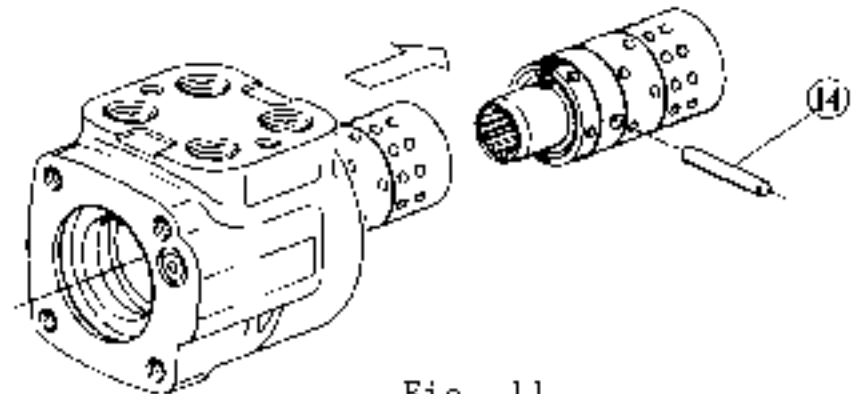

Fig. 11
13. Remove the spool-sleeve ass'y from housing (10) from the opposite side. (Fig. 11)
18. スプール・スリーブ Ass'y をフランジと反対方向にハウジング(10)から抜き取る。(Fig. 11)